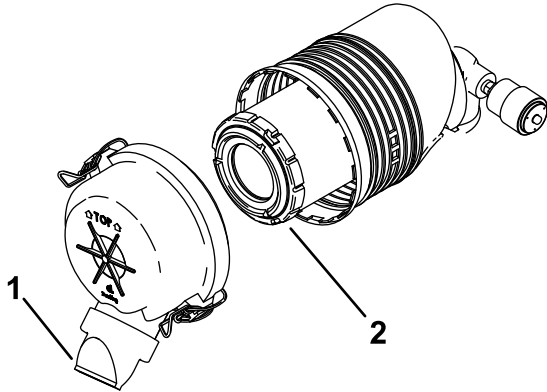

Figure 41
- D. Reposez le couvercle du filtre à air, le capuchon protecteur orienté en bas comme indiqué à la Figure 41, et fermez les attaches.